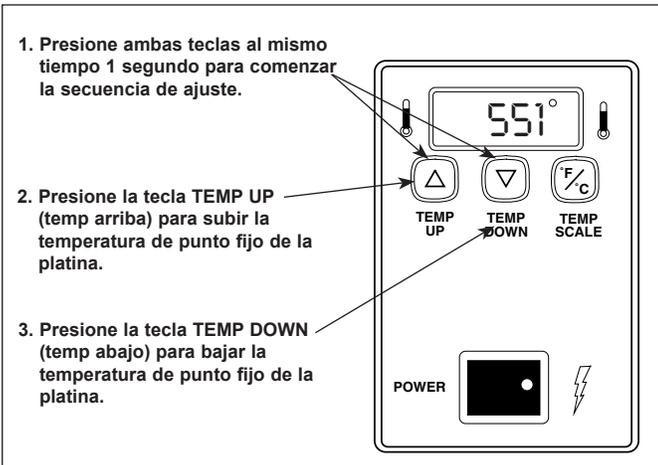

Figura 5. Ajuste de la temperatura de punto fijo del calentador de la platina
2. Presione y mantenga así más de un segundo ambos botones TEMP UP (temp arriba) y TEMP DOWN (temp abajo) hasta que en la pantalla destelle la temperatura de punto fijo de la platina, luego suéltelos (Figura 5).